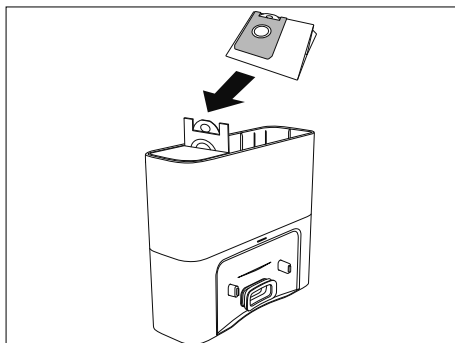

Fig. 25 – Cambio de la bolsa para el polvo
- ▶ Coloque una bolsa para el polvo nueva en el soporte de la cámara tal y como se muestra en la figura (**véase Fig. 25**).